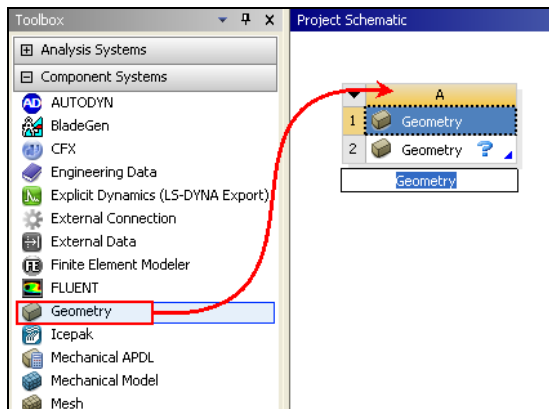

图 2-39 创建分析项目 A
- 步骤 03** 双击主界面 Toolbox (工具箱) 中的 Component Systems→Geometry (几何体) 选项，即可在项目管理区创建分析项目 A，如图 2-39 所示。